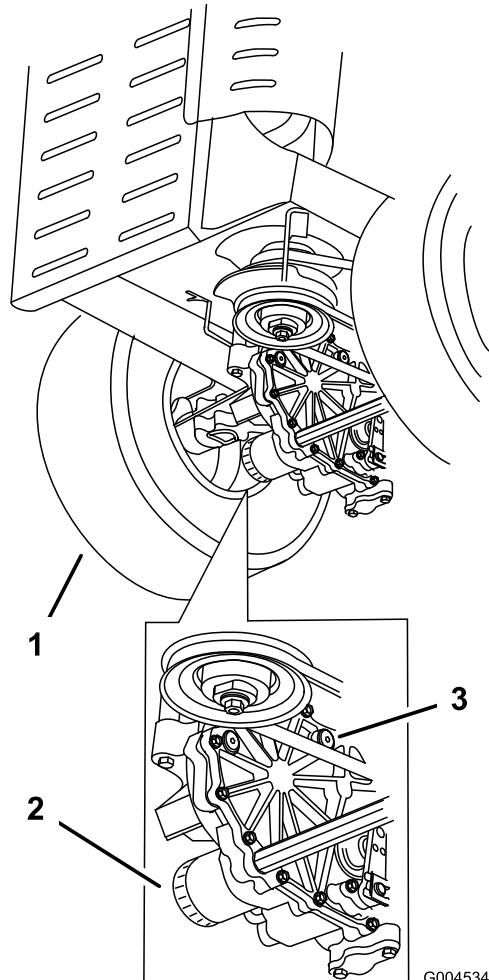

Figure 52
4. Nettoyez soigneusement la zone autour des filtres. Il est important de ne pas contaminer le système hydraulique (Figure 52).
5. Dévissez les filtres et laissez l'huile s'écouler du système d' entraînement (Figure 52).